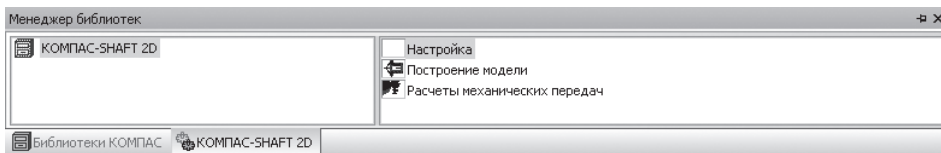
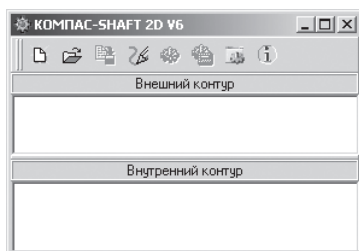
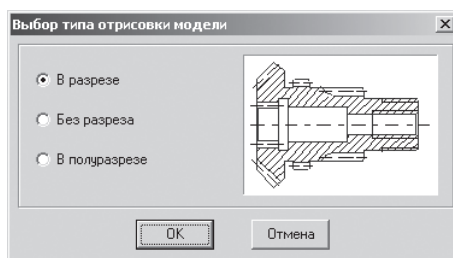

Рис. 3.2. Окно системы управления библиотеками **Менеджер библиотек** с добавленной и раскрытой библиотекой КОМПАС-SHAFT 2D
Рис. 3.3. Начальное состояние главного окна системы КОМПАС-SHAFT 2D
Рис. 3.4. Диалоговое окно **Выбор типа отрисовки модели**
- щелкните дважды в окне системы управления библиотеками **Менеджера библиотек** по системе КОМПАС-SHAFT 2D. Появится галочка, и через некоторое время произойдет подключение выделенной системы и раскроется ее содержимое, см. рис. 3.2.
- щелкните дважды в системе управления библиотеками **Менеджер библиотек** с добавленной и раскрытой библиотекой КОМПАС-SHAFT 2D (рис. 3.2) по пункту **Построение модели**. Появится начальное состояние главного окна системы **КОМПАС-SHAFT 2D**, см. рис. 3.3.
- щелкните в главном окне системы КОМПАС-SHAFT 2D (см. рис. 3.3) по кнопке  – **Новая модель**. Появится диалоговое окно **Выбор типа отрисовки модели**, изображенное на рис. 3.4;